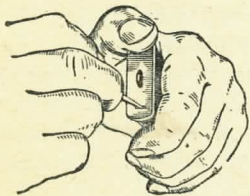
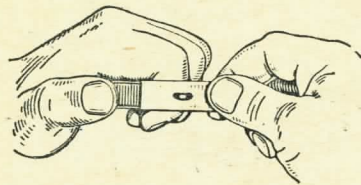

Рис. 83. Как утопить задержку крышки
Рис. 84. Как снять крышку магазина
5) разобрать магазин: взяв магазин в левую руку крышкой кверху и задней стенкой к ладони, заточенным концом спички (палочки) утопить зуб задержки (рис. 83) и одновременно большим пальцем левой руки сдвинуть крышку слегка вперед; большим и указательными пальцами правой руки снять крышку (рис. 84) за вы-